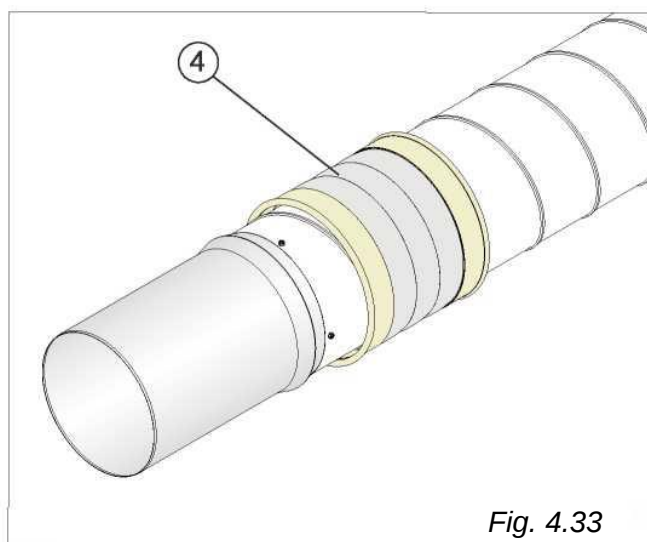

Fig. 4.33
- 3) Înfiletați racordul de dilatare (4) după cum este indicat în fig. 4.33.
- 4) Introduceți niplul în celălalt tub (4), lăsând un spațiu de 14 cm între cele două tuburi astfel încât la faza de dilatare, tuburile să aibă libertatea de a aluneca.